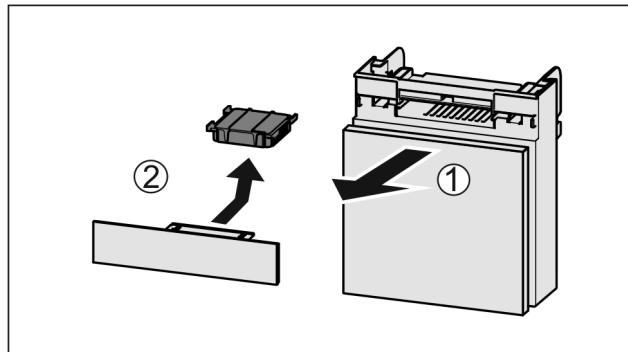

Fig. 36
- Pretinac izvucite Fig. 36 (1) prema naprijed.
► Izvadite filter s aktivnim ugljenom Fig. 36 (2).